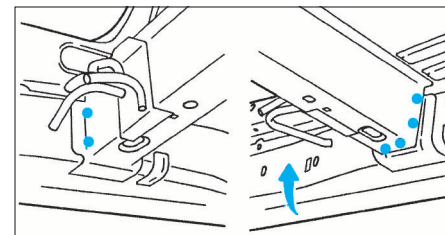

FIG. 85
- Souder à l'arc sous protection gazeuse les points (Fig.85).